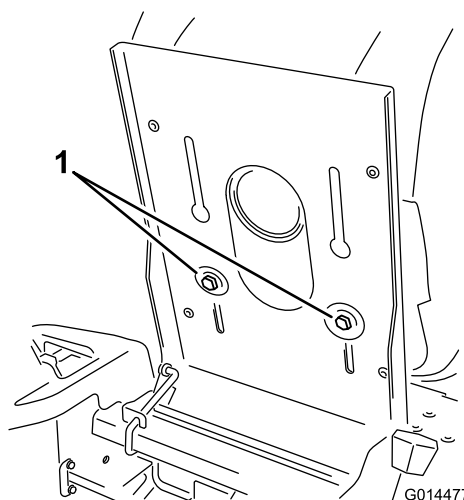

Figure 22
- Trou supérieur – utilisez cette position avec le plateau de coupe à une hauteur de coupe de 63 mm ou moins (Figure 22).
- Trou inférieur – utilisez cette position avec le plateau de coupe à une hauteur de coupe de 76 mm ou plus (Figure 22).
1. Soulevez le siège et desserrez les boulons de réglage jusqu'à ce que vous puissiez déplacer le siège (Figure 22).